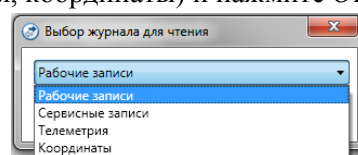

Рис. 50 Выбор журнала событий для чтения
- ✓ Во вкладке *Журнал событий* выберите *Прочитать*. В открывшемся окне выберите тип записи (рабочие, сервисные, телеметрия, координаты) и нажмите *OK* (рис. 50).